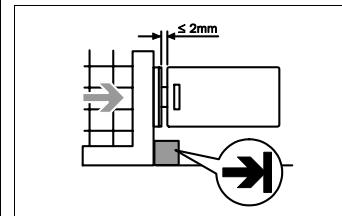

Abb. 2: Montage
- Zusätzlichen Anschlag für beweglichen Teil der Schutzeinrichtung anbringen (siehe Abb. 2).